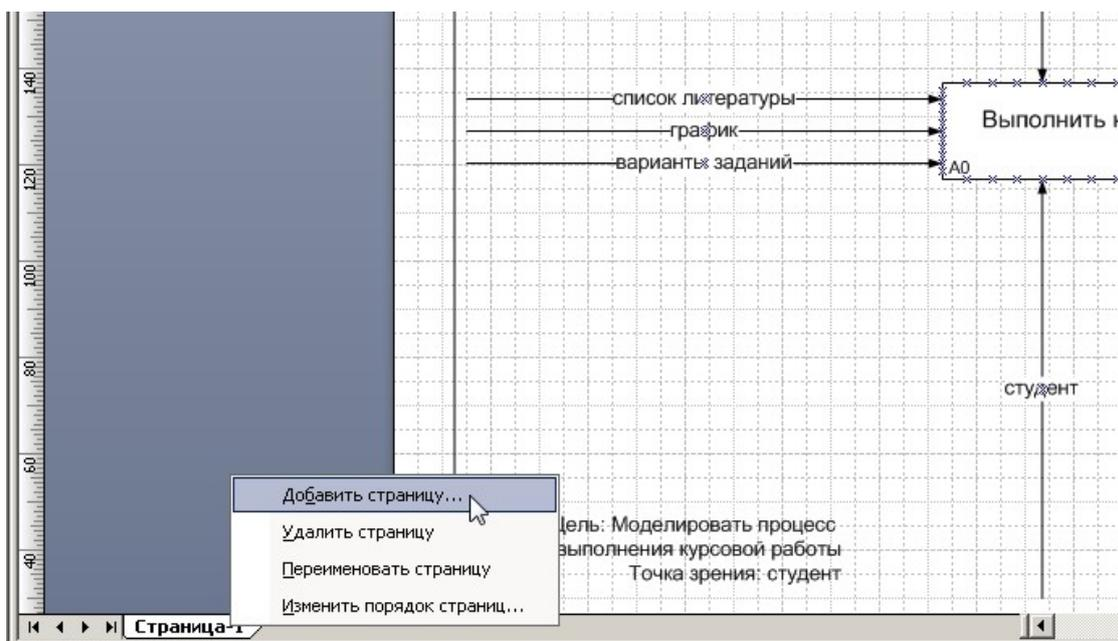

Рисунок 7 – Добавление страницы
1. Для построения декомпозиции диаграммы создайте новую страницу путем нажатия правой кнопкой мыши в нижнем левом углу окна на ярлык *Страница 1*. Выбрать пункт *Добавить страницу* (рис. 7)